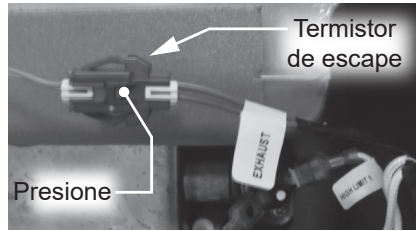

Figura 143 - Desconexión del termistor de escape
- 32** Ubique y desconecte el mazo de cables del termistor de escape en el intercambiador de calor secundario. Consulte la Figura 143.